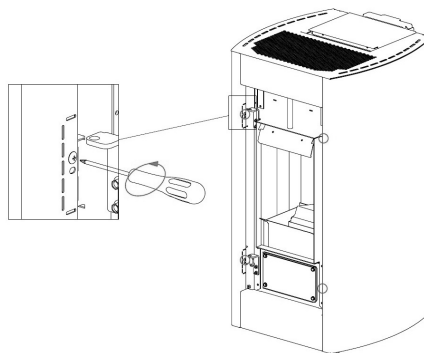
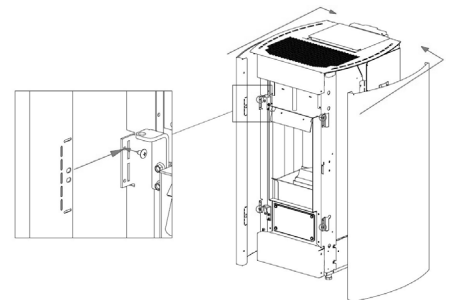

Fig. 57 - Αφαίρεση βιδών
Fig. 58 - Αφαίρεση πλευρών
- Ξεβιδώστε τις 4 μπροστινές βίδες και αφαιρέστε τις πλευρές (βλ. **Fig. 57** και **Fig. 58**).